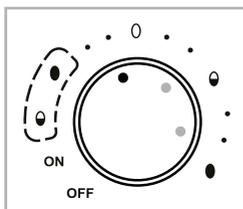

Fig. 3
- Selectați punctul **din mijloc** din zona corespunzătoare (fig. 3) dacă doriți să fierbeți 7 ouă de mărime medie (mărimea M/L) scoase din frigider: